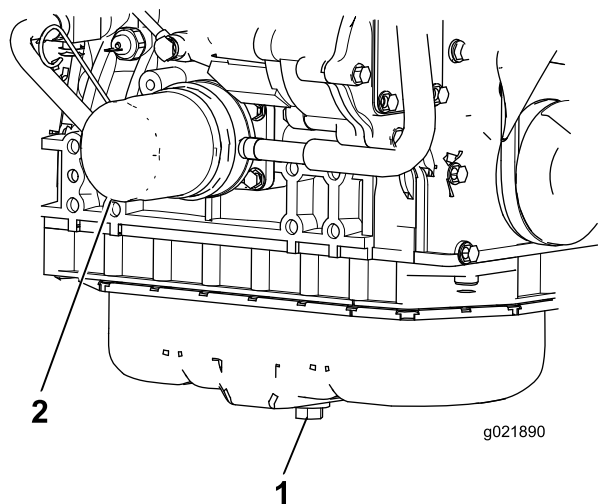

Bild 41
1. Entfernen Sie die Ablassschraube (Bild 41) und lassen Sie das Öl in die Auffangwanne ab. Schrauben Sie die Ablassschraube wieder ein, nachdem das Öl abgelassen ist.
2. Entfernen Sie den Ölfiter (Bild 41). Ölen Sie die neue Dichtung am Ölfiter leicht mit frischem Öl ein, bevor Sie den Filter eindrehen. **Ziehen Sie nicht zu fest.**